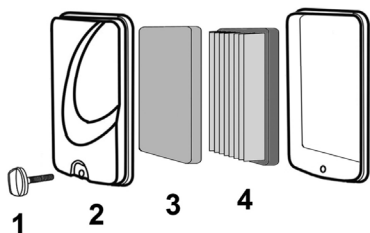

Рис. 19 Обслуживание воздушного фильтра PC5431F
1. Выкрутите болт (1) и снимите крышку воздушного фильтра (2) (Рис. 19).
2. Извлеките предварительный поролоновый (3) и основной бумажный (4) воздушные фильтры (Рис. 19).
4. При незначительном загрязнении промойте предварительный поролоновый фильтр (Рис. 19 п. 3) теплым мыльным раствором и просушите. Поврежденный или сильно загрязненный поролоновый фильтр замените.
Бумажный фильтрующий элемент (Рис. 19 п. 4) не подлежит очистке, необходима его замена. Не продувайте основной бумажный фильтр сжатым воздухом, не мойте его в бензине и других растворителях. Эксплуатация двигателя с грязным или поврежденным воздушным фильтром, или без воздушного фильтра приведет к попаданию грязи и пыли в карбюратор и двигатель, что в свою очередь, станет причиной его быстрого износа. Двигатель в этом случае не подлежит ремонту по гарантии.